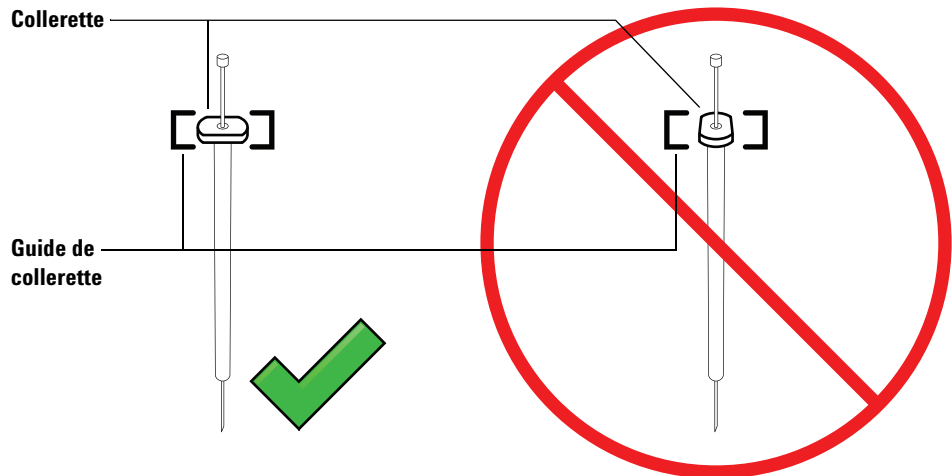

Figure 78 Orientation de la collerette de la seringue
- Alignez la collerette de la seringue avec le guide de collerette, puis appuyez sur la seringue pour la mettre en place, tout en maintenant l'extrémité de l'aiguille dans l'orifice de guidage du pied de support de l'aiguille. Assurez-vous que le côté plat de la collerette de la seringue soit visible (Figure 78).